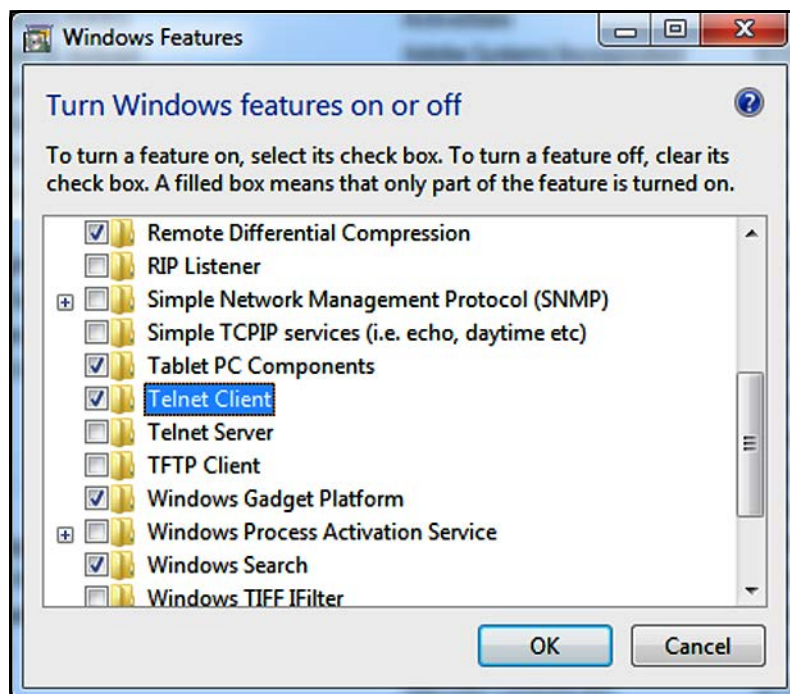

図 113: Windows の機能ダイアログボックス
4. Windows Features (Windows の機能) ダイアログボックスで、Telnet Client (Telnet クライアント) チェックボックス (以下の図 113 を参照) にチェックを入れます。